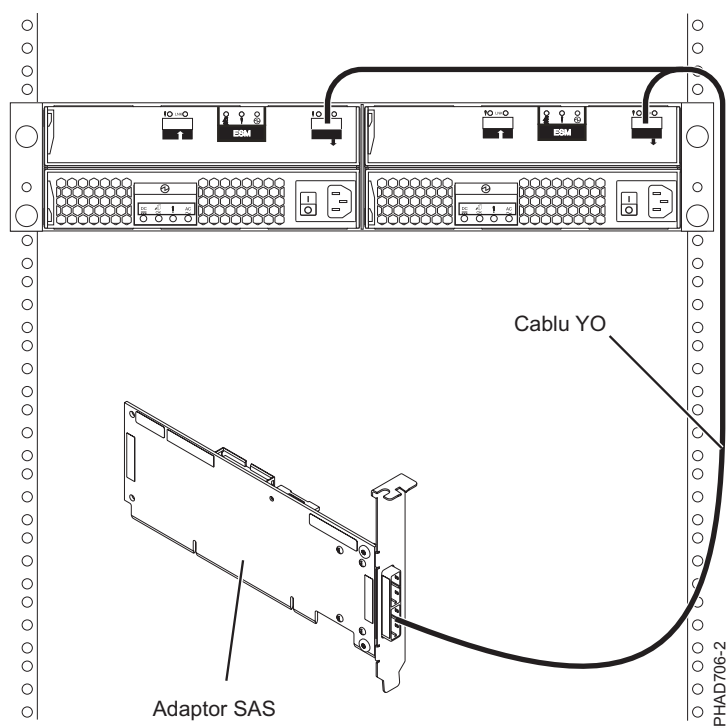
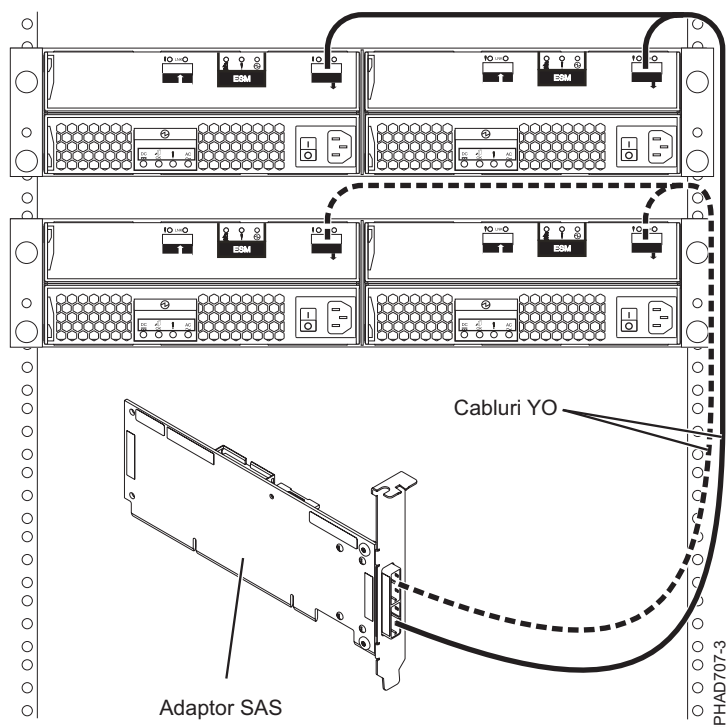
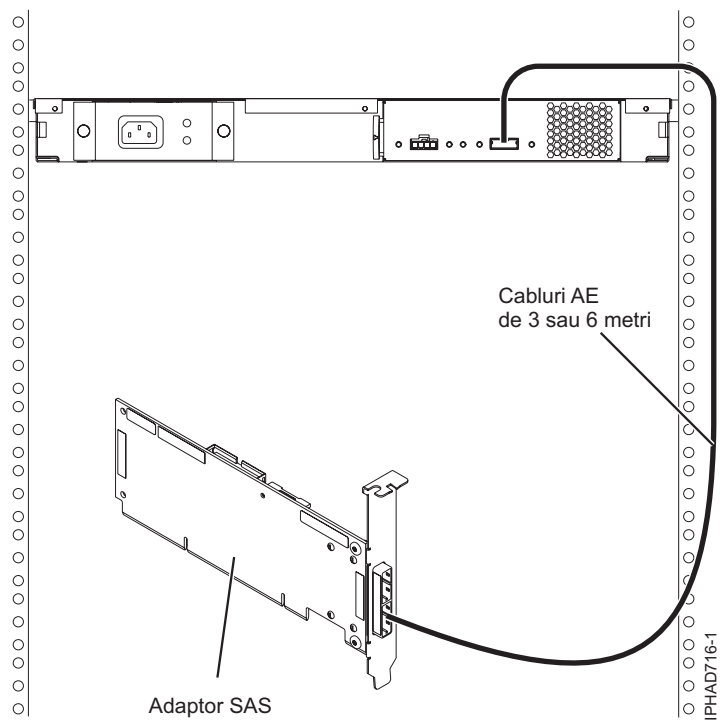

Figura 56. Adaptor SAS la un sertar de expansiune pentru discuri
Figura 57. Adaptor SAS la două sertare de expansiune pentru discuri
Figura 60. Adaptor SAS la un sertar de expansiune pentru medii
Figura 56 la pagina 123, Figura 57 la pagina 123, Figura 58 la pagina 124, și Figura 59 la pagina 125 ilustrează conectarea unui adaptor SAS la unul, două, trei sau patru sertare de expansiune. De asemenea, este posibil să conectați trei sertare de extindere disc omițând unul dintre sertarele în cascadă afișate în Figura 58 la pagina 124. Sertarele de
Figura 60 la pagina 126 ilustrează conectarea unui adaptor SAS la un sertar de expansiune pentru medii de stocare. Este de asemenea posibil să conectați un al doilea sertar de expansiune pentru medii la al doilea port al adaptorului SAS.
- Al doilea conector de pe adaptor poate fi utilizat pentru a atașa un sertar de expansiune pentru discuri sau un sertar de expansiune pentru medii, așa cum se arată în Figura 56 la pagina 123 sau Figura 60 la pagina 126.